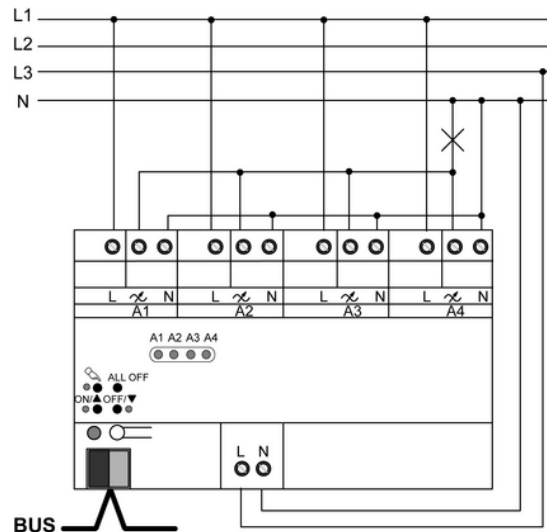

Bild 5: Parallelschalten von Dimmausgängen – Anschlussbeispiel
- Gerät gemäß Anschlussbeispiel anschließen (Bild 5).